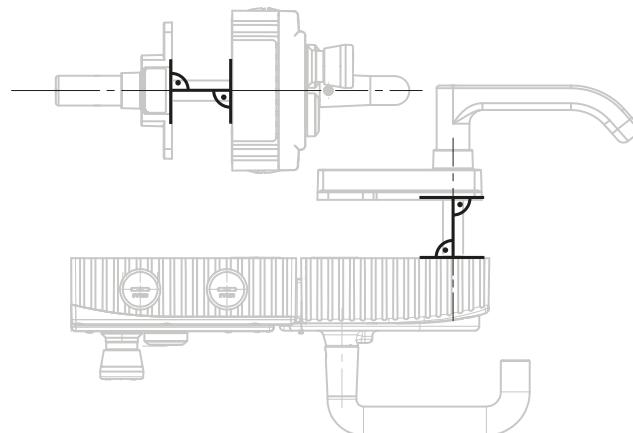
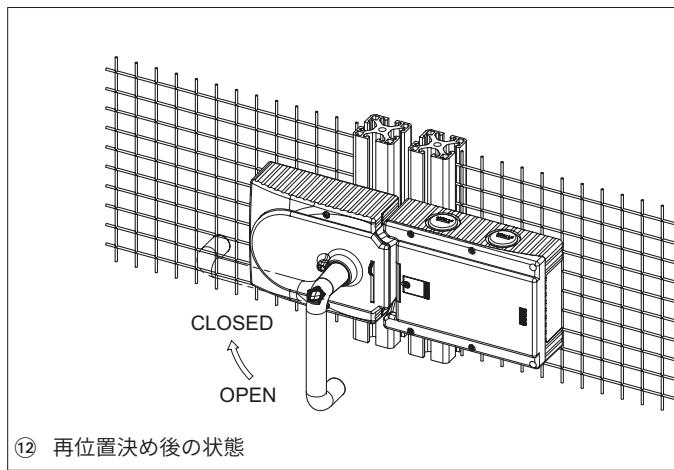

図 8: 右側ヒンジドア用取り付けの例 (外観図)
図 14: アクチュエーティング方向の変更、最終状態
- ハンドルモジュールに対して直角にエスケープリリース軸を合わせます。図 4 および図 8 を参照してください。
取り付け手順に関しては、図8および図9～図14を参照してください。
- › 左側ヒンジドアに取り付けると、それが逆になります。つまり、ドアハンドルを上へ押し上げるとガードが開きます(図9を参照)。このため、ドアハンドルの作動方向を変更する必要があります(図9～図14を参照)。